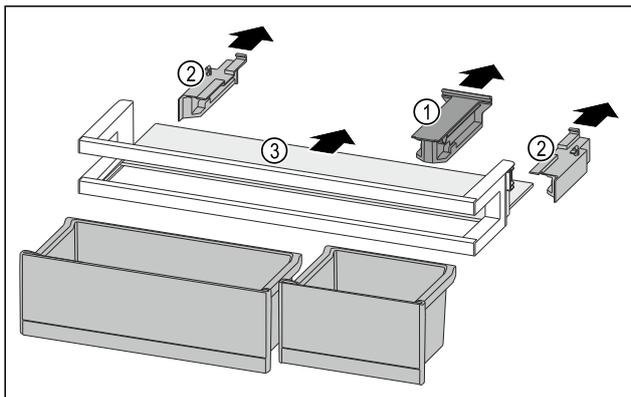

Fig. 81
- ▶ Halteteil Fig. 81 (1) abziehen.
- ▶ Seitenteile Fig. 81 (2) abziehen.
- ▶ Abstellfläche Fig. 81 (3) entnehmen.